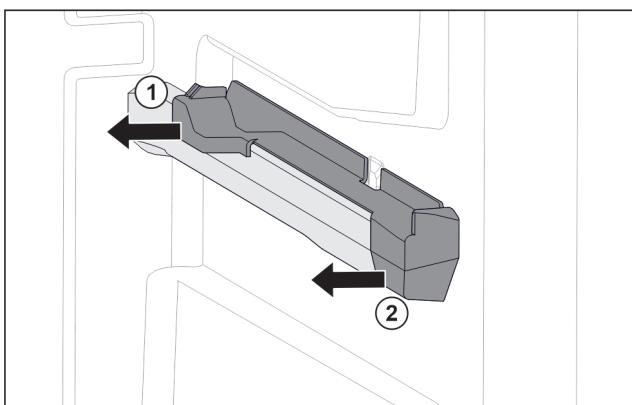

Fig. 51 Násuvný diel na pravom rebre nádoby
- Stiahnite násuvný diel vzadu do strany. Fig. 51 (1)
- Stiahnite násuvný diel vpredú do strany. Fig. 51 (2)